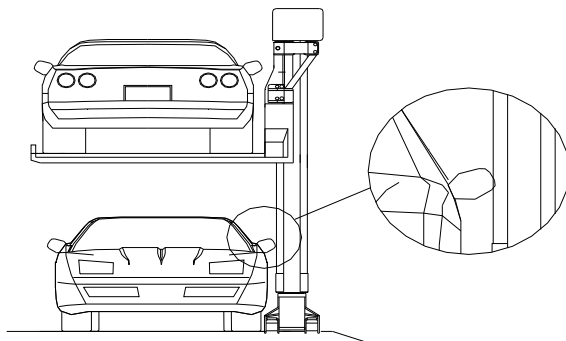

图 1.5
- b. 停车位移动时立柱是否会与下层停车的后视镜相碰撞（图 1.5）；